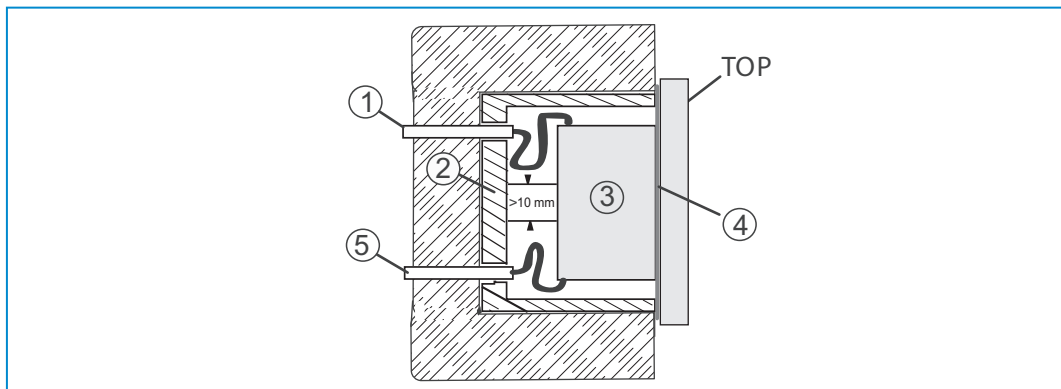

Abb. 8: SELV-Stromkreise
- » Achten Sie bei der Montage auf eine räumliche Trennung (> 10 mm) der SELV-Stromkreise zu anderen Stromkreisen (siehe Abb. 8).